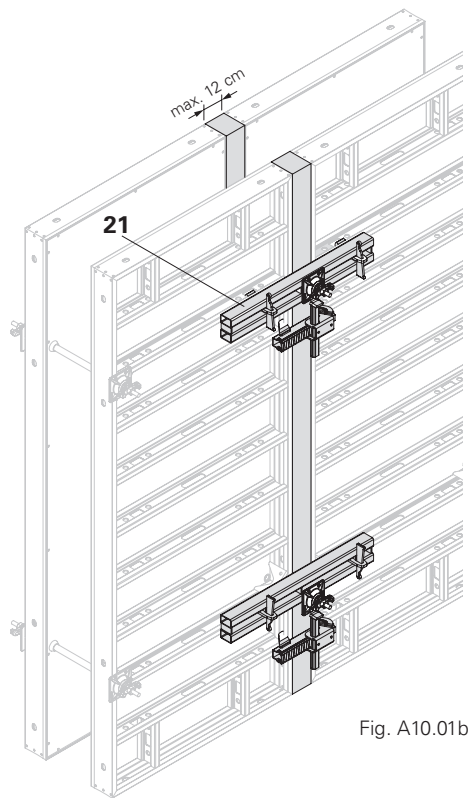

Fig. A10.01b
- Travetto ≤ 12 cm con morsa DRS e allineatore DAR 80 (21) (Fig. A10.01b)
- Disporre la morsa DRS (20) come per il giunto standard